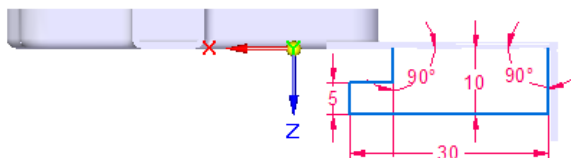

图 8.4.31 编辑草图
(4) 定义弯边尺寸。单击“轮廓步骤”按钮, 编辑草图尺寸如图 8.4.31 所示, 单击按钮, 退出草图绘制环境。